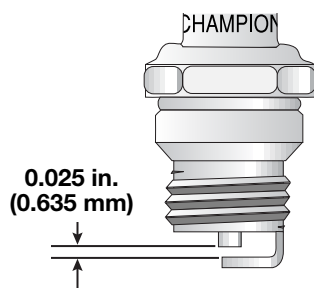

Fig. 39
3. Remplacez toute bougie fendillée, encrassée ou sale. Réglez l'écartement à 0,635 mm (0,025 po) à l'aide d'une jauge d'épaisseur (Fig. 39).